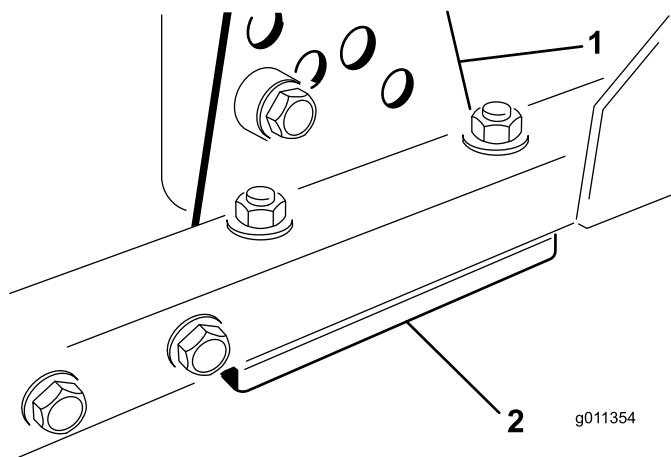

Рисунок 73
1. Снимите кронштейн высоты скашивания (передний, левый или правый) с рамы деки (Рисунок 73).
2. Установите регулировочные прокладки толщиной 1,5 мм и/или 0,7 мм между рамой деки и кронштейном, чтобы получить необходимую настройку высоты (Рисунок 73).